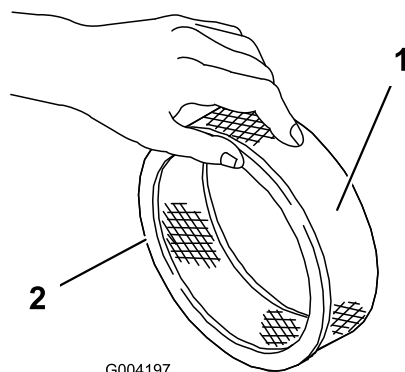

図 19
5. ペーパー・フィルタに汚れや油汚れ、ゴムシールの傷がないか点検する(図 19)。
1. ペーパー・エレメントにスポンジ・エレメントを注意深く取り付ける(図 19)。